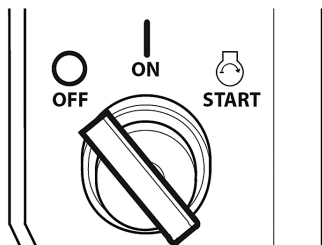

Рис. 23 Положения замка зажигания
ложение «ON» (Включено). (Рис. 23).
1. Вставьте ключ в замок зажигания. Поверните ключ в замке зажигания в положение «ON» (Включено). (Рис. 23).
- Поверните ключ зажигания в положение «OFF» (ВЫКЛЮЧЕНО) (Рис. 23).